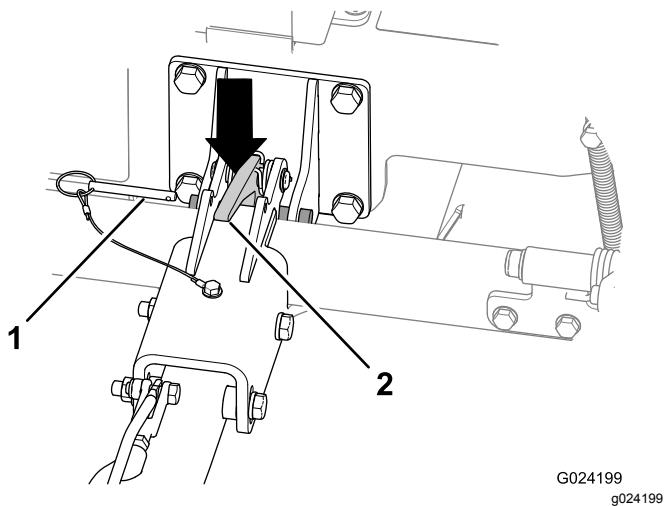

**Figura 26**
- C. Premete il pedale dell'attacco in modo che l'attacco si blocchi in posizione (Figura 26).
- D. Inserite il perno di bloccaggio (Figura 26).